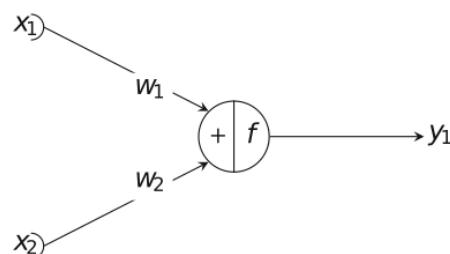

Fig. 3 : Modèle de perceptron à deux entrées
- Implantez le modèle de perceptron à deux entrées (voir Fig. 3) en assignant des poids  $w_1$  et  $w_2$  différents. Illustrer que le capteur associé au poids plus fort a une plus ample influence sur la sortie.